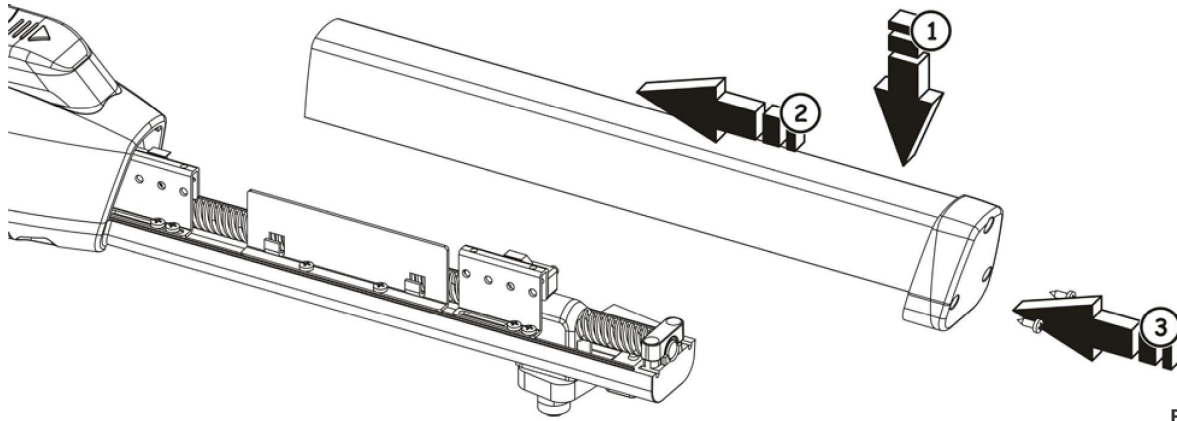

Fig. 25
5. Repoziționați carterul de acoperire glisând pe șina inferioară și asigurați-vă că este în poziția adecvată, Fig.25.
6. Înșurubați din nou cele două șuruburi inferioare, Fig.25.